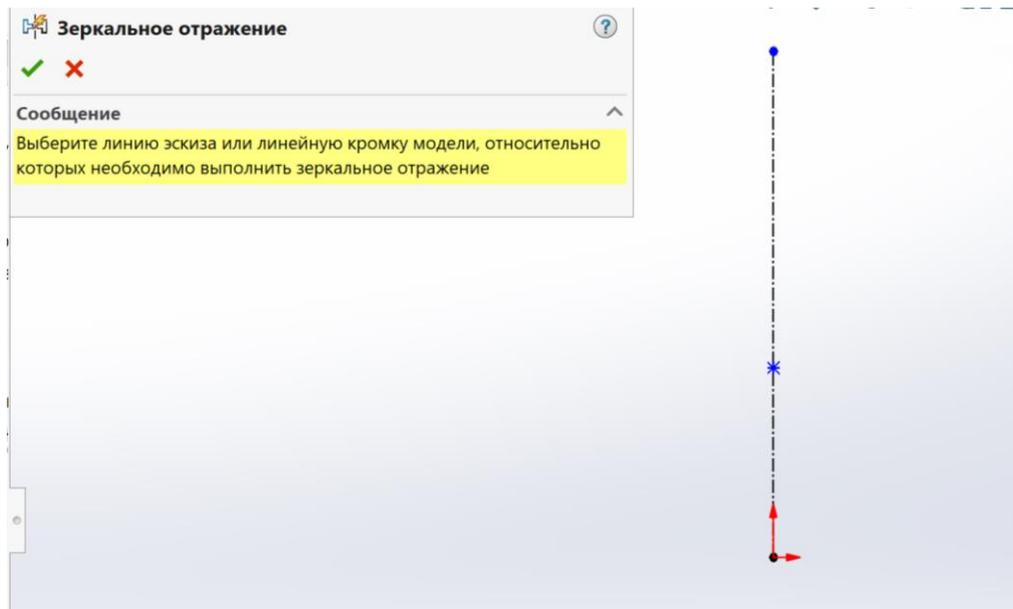

Рисунок 6.8 – Вибір осі симетрії для дзеркального відображення
2. Обрати лінію або кромку моделі, відносно якої буде виконуватись динамічне відображення. В даному прикладі це ось симетрії (рис. 6.8).